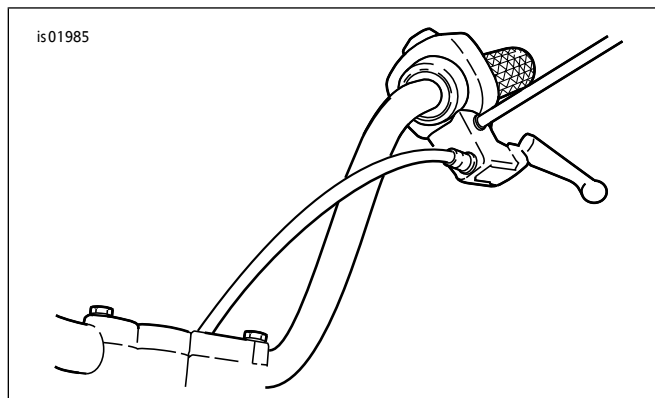

图1. 重新布设离合器拉索
2. 对于FXSTB车型：转至步骤3。对于除FXSTB之外的所有：参见图1。重新定位离合器拉索，使其位于把手内侧，方法如下：
- d. 参见图1。布设离合器拉索，使其位于把手内侧，重新将离合器拉索连接至离合器杆。